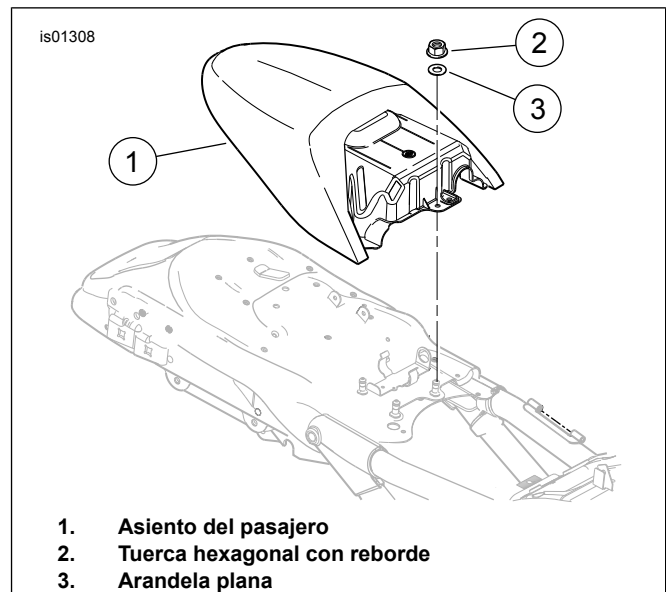

Figura 7. Quite el asiento del pasajero (VRSCR de 2006-2007)
5. Ubique el conector de la sirena de seguridad (2) al final del cable del arnés que se envuelve alrededor de la parte superior del depósito de combustible. Desconecte la bomba de combustible y el conector del emisor (1) para liberar el conector de la sirena de seguridad. Se pueden desechar la tapa protectora y la correa de cables del conector de la sirena de seguridad.
6. Vea la Figura 7. Quite el asiento (1).
- a. Extraiga la tuerca hexagonal de reborde (2) y la arandela plana (3).